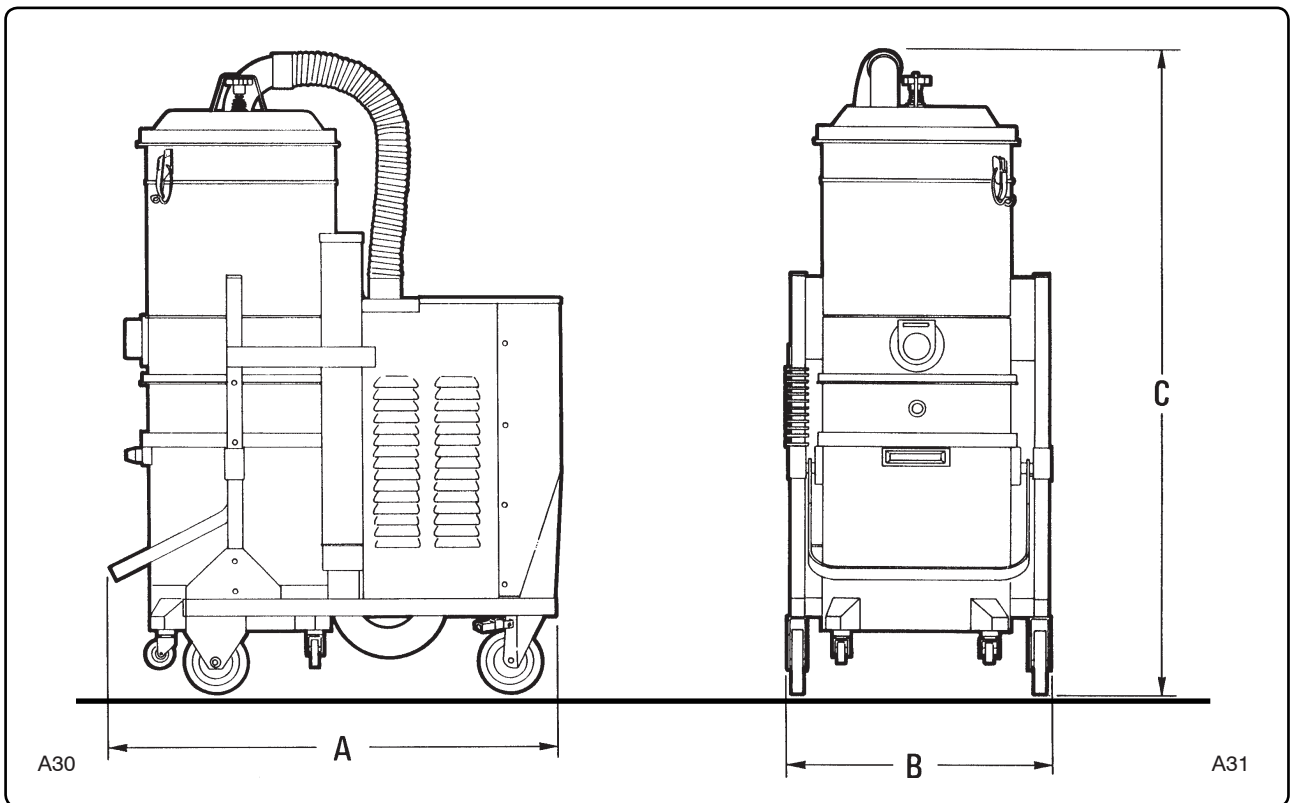

Fig.7.1.1
7.1 - Dimensioni di ingombro (fig. 7.1.1)
7.1 - Overall dimensions (fig. 7.1.1)
7.1 - Dimensions d'encombrement (fig. 7.1.1)
7.1 - Platzbedarf (Abb. 7.1.1)